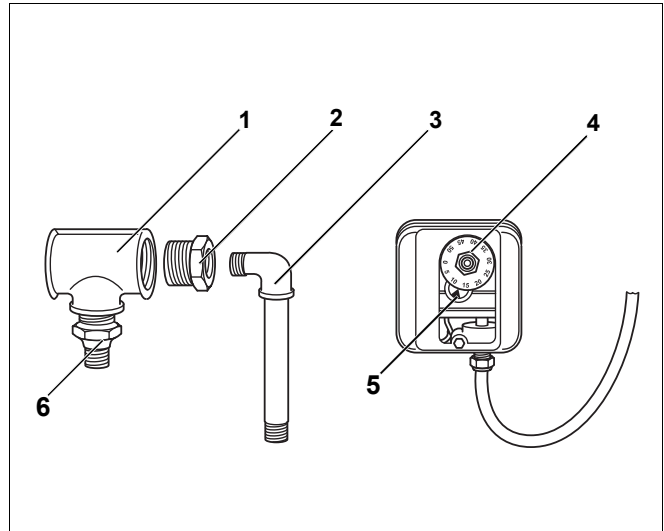

Рис. 1 Объем поставки
- Прибор контроля давления с присоединительным проводом (Рис. 1, поз. 4)
- Переходник для газопровода 1/2" (Рис. 1, поз. 2)
- Тройник (Рис. 1, поз. 1)
- Штуцер (Рис. 1, поз. 6)
- Звено трубопровода с уголком (Рис. 1, поз. 3)
### Экспликация к рис. 1
- Проверить установку регулятора на контрольную метку (Рис. 1, **поз. 5**, на стр. 2).